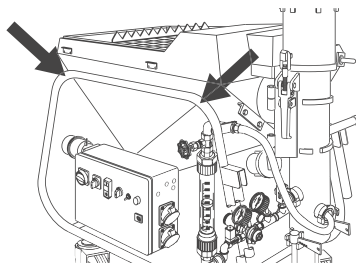

рисунок 7
- Закрепить ремни, чтобы они не могли соскользнуть (смотри рисунок 7)